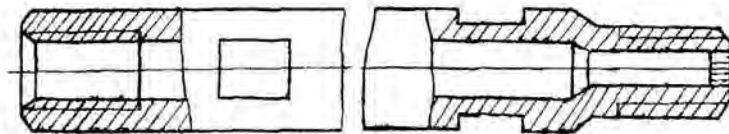

Рис. 25. Штанга водоподъемная
**Штанги водоподъемные** (рис. 25) передают возвратно-поступательное движение от штока колонки насоса поршню водоприемного устройства. С помощью водоподъемных штанг осуществляется также обнажение фильтра в водоносном горизонте.